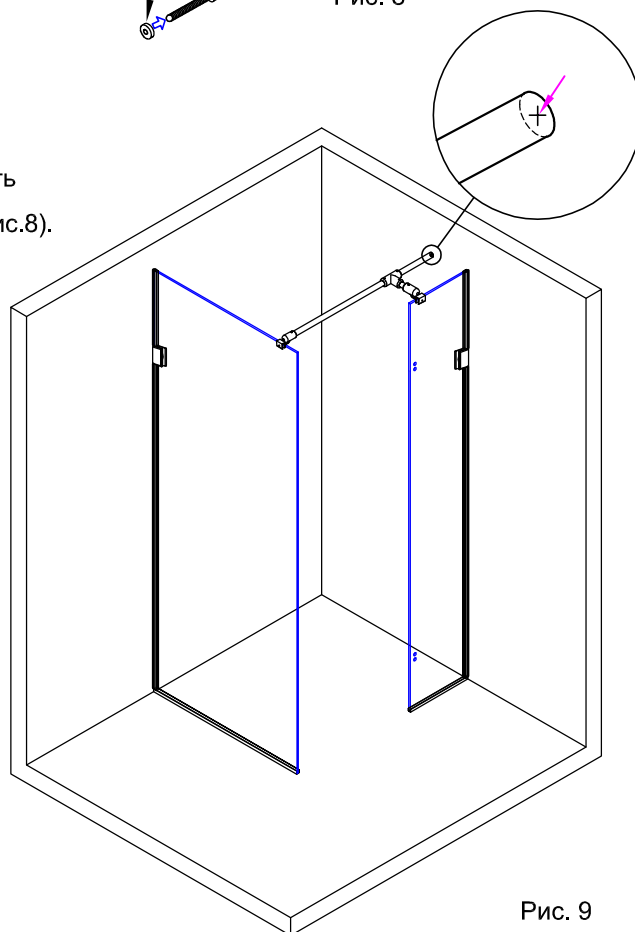

Рис. 9
3.3. При помощи уровня обеспечить горизонтальное положение штанги. На противоположной стене отметить положение оси штанги (рис.9).